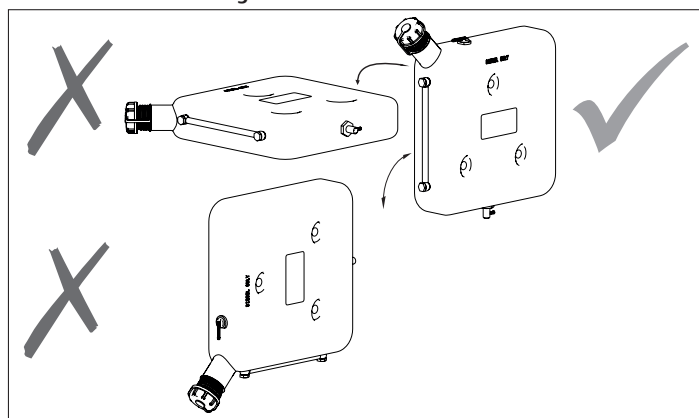

Fig. 2 Position de montage autorisée
■ La position de montage autorisée est la position verticale (voir Fig. 2).